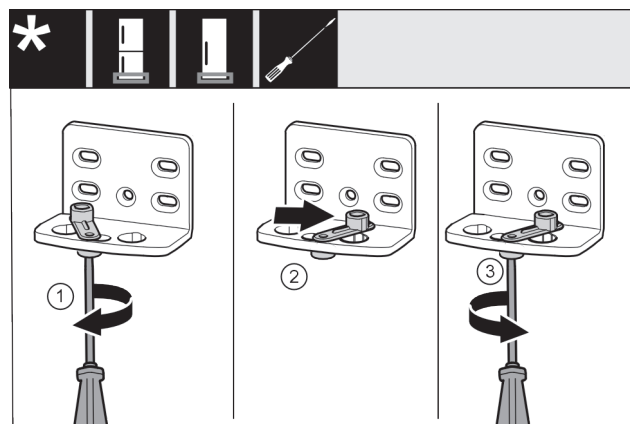

Fig. 19 *
- Visser sans serrer la vis Fig. 19 (1) avec un tournevis.*
- Soulever l'aide à la fermeture de la porte Fig. 19 (2) et la tourner à 90° vers la droite dans l'alésage.*
- Serrer la vis Fig. 19 (3) avec un tournevis.*